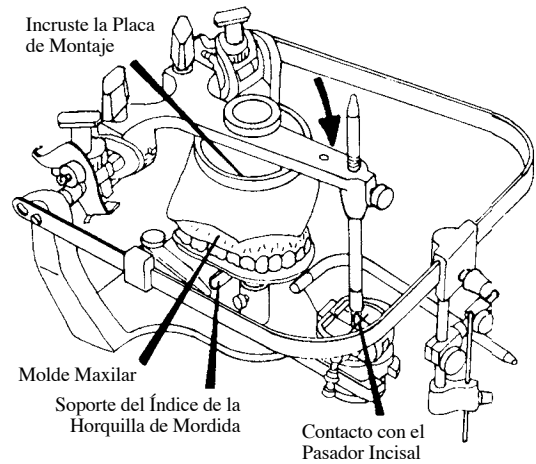

Figura 16
16. Asiente y empaque el molde maxilar en el índice oclusal de la horquilla de mordida, Figura 16.